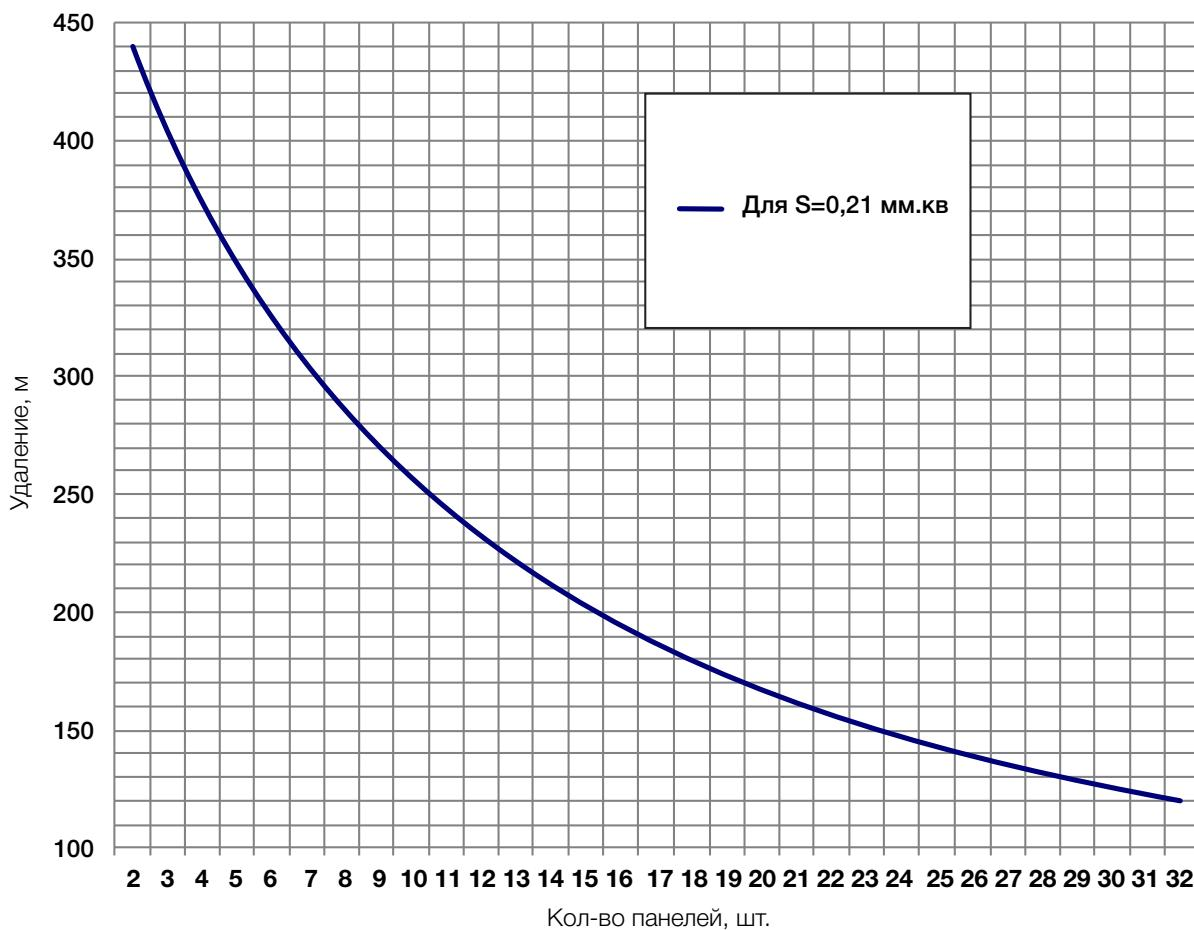

Рисунок 4 — Зависимость количества абонентских панелей от удаления для сечения жилы провода $S = 0,21 \text{ мм}^2$
2.3.5 На графике, рис. 4 представлена зависимость количества абонентских панелей от расстояния.